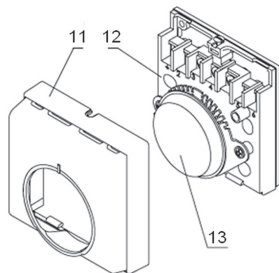

Rys. 1
COSY przeznaczony jest do dystrybucji ciepłego powietrza. Produkt powinien być zainstalowany w pobliżu źródła ciepła takiego, jak kominek (zamknięty) lub piecyk na drewno (rys. 1). Właściwie zaprogramowany termostat będzie uruchamiał wentylator wyciągowy, za pomocą którego ciepłe powietrze będzie transferowane do pomieszczenia przylegającego (ościennego). Wentylator wyłączy się po spadku temperatury w pomieszczeniu ze źródłem ciepła.
- wentylator i termostat powinny być umieszczone w odległościach zgodnych z rys.1
- wykonać otwór w ścianie i usadzić kanał w pozycji poziomej; - uszczelnić kanał; - po wyschnięciu zamontować wentylator oraz kratkę wentylacyjną; - zamocować podstawę termostatu; - zdjąć pokrywę termostatu (11) przy pomocy śrubokręta i odznaczyć na ścianie miejsca otworów do zamocowania; - wykonać podłączenie elektryczne zgodnie z dyrektywami w sekcji 'Podłączenie elektryczne'; - zainstalować pokrywę (11)